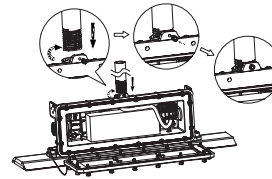

Figure 16
3. After the wiring is completed, put the threaded pipe into the hole, turn it clockwise to tighten it, and then tighten the nearby fixing screw and hold it against the threaded pipe (Figure 16).
3. Une fois le câblage terminé, insérez le tuyau fileté dans le trou, tournez-le dans le sens des aiguilles d'une montre pour le serrer, puis serrez la vis de fixation voisine et maintenez-la contre le tuyau fileté (Figure 16).